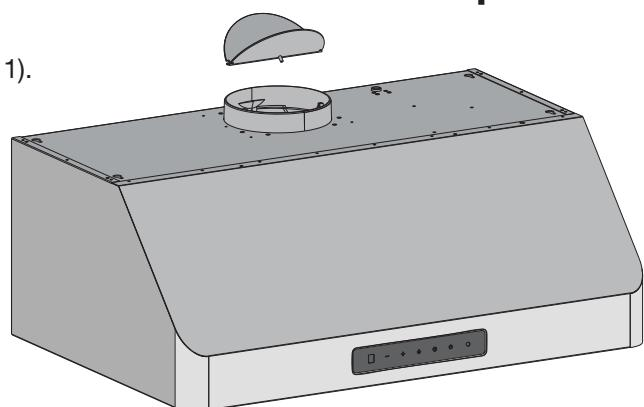

Figure 1
- Fixez l'obturateur du clapet sur le dessus de la hotte (voir la figure 1).